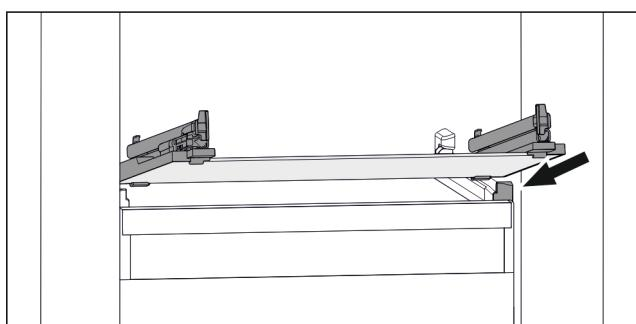

Fig. 51 Simbolična slika steklene plošče
- Stekleno ploščo postavite v pošetnem položaju za zaustavljalniki. (glejte Fig. 51)